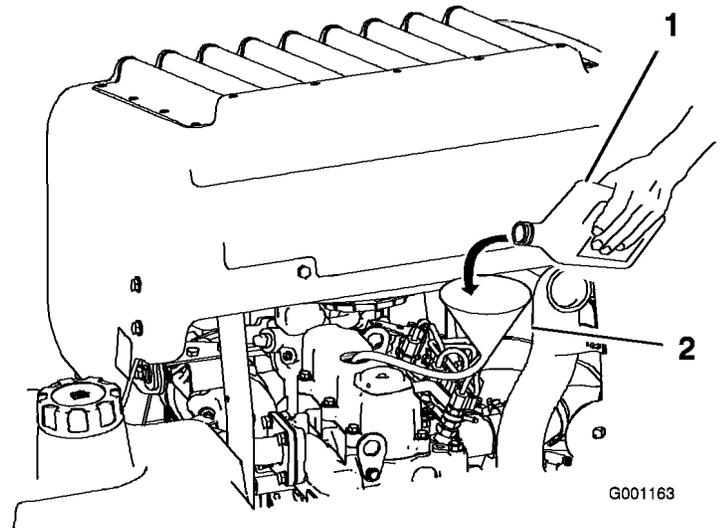

Figure 40
3. Utilisez un tuyau et un entonnoir pour faire l'appoint d'huile moteur (Figure 40).